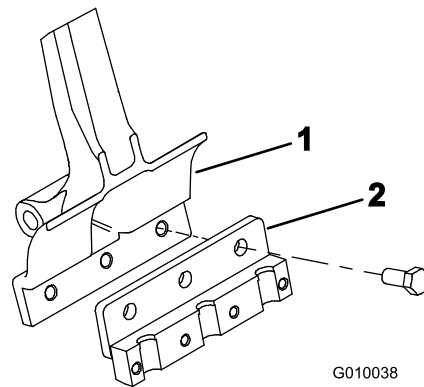

Figura 22
3. Monte um suporte de dente em cada braço de dente (Figura 22) com 3 parafusos ($\frac{1}{2} \times 1\frac{1}{4}$ pol.). Aperte os parafusos com 101,6 N·m.